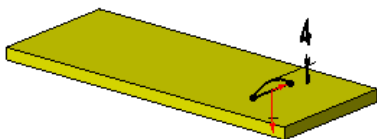

图 7.4.2 修改尺寸
Step3. 删除特征。在设计树中右击  **Orientation Sketch**，在弹出的快捷菜单中选择  **删除... (N)** 命令；用同样的方法删除  **Cut-Extrude1** 和  **Sketch3**。
Step4. 修改尺寸。单击设计树中  **Boss-Extrude1** 节点前的 “+”，右击  **Sketch2** 特征，在弹出的快捷菜单中选择  命令，进入草图环境，将图 7.4.2 所示的尺寸 “4” 改成 “6”，退出草图环境。